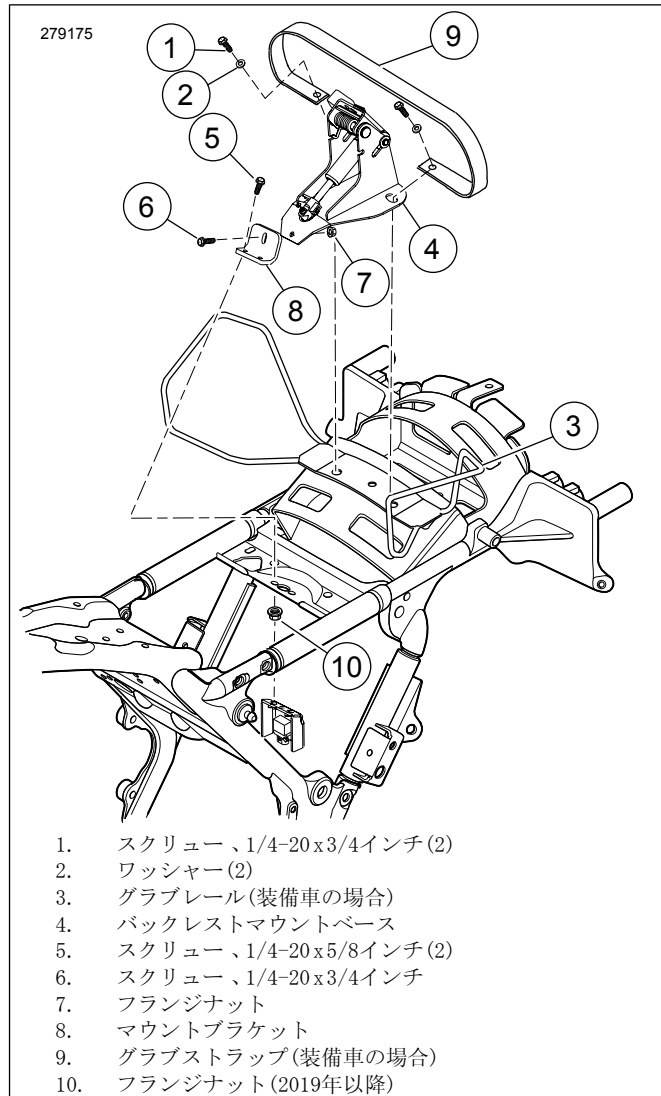

図3。バックレストマウントベースの取り付け
3. 図3を参照してください。マウントブラケット(8)をスクリュー(6)とフランジナット(7)でマウントベース(4)に取り付けます。スクリューを締め付けます。
4. 図3を参照してください。フロントマウントブラケット(8)を取り付けます。